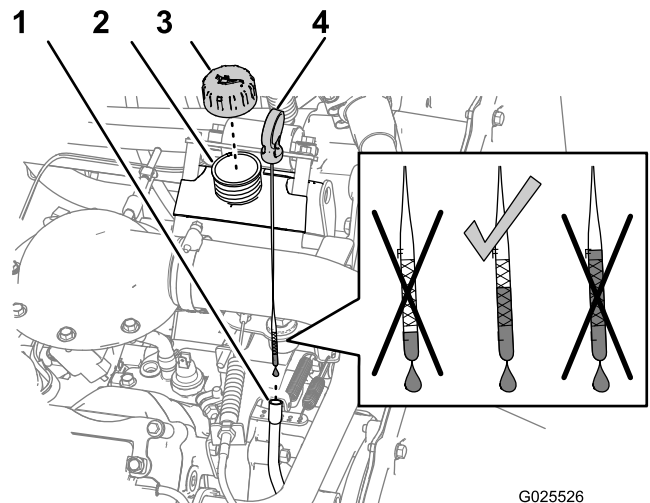

Bild 42
- Nehmen Sie den Peilstab heraus und wischen Sie ihn mit einem sauberen Lappen ab (Bild 42).
6. Nehmen Sie den Peilstab heraus und prüfen Sie den Ölstand (Bild 42).
7. Nehmen Sie bei einem niedrigen Ölstand den Fülldeckel (Bild 42) ab und gießen Sie genug Öl in die Öffnung, bis der Ölstand die Vollmarke am Peilstab erreicht.
8. Setzen Sie die Öleinfüllverschlusskappe auf den Füllstutzen auf (Bild 42).
9. Führen Sie den Peilstab ganz ein (Bild 42).